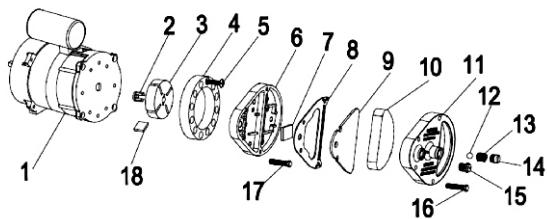

Рис. 3
Чистка воздушного фильтра: Снимите торцевую крышку фильтра (11), помойте фильтр очистки воздуха (10) с помощью легких моющих средств и высушите его тщательно перед повторной установкой. Замена фильтра подачи воздуха (9) раз в год (Рис. 3).